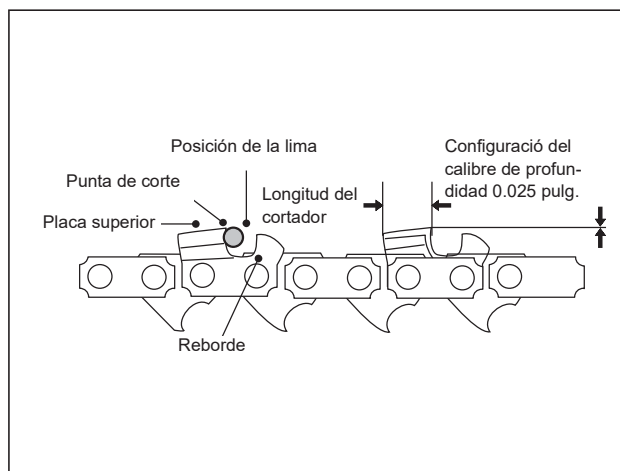

Fig. 37
8. Use un instrumento de medición de calibradores de profundidad para comprobar la altura del calibrador de profundidad. Las herramientas de medición de los calibradores de profundidad se encuentran disponibles en la mayoría de los comercios de herramientas de reputación (Fig. 37).